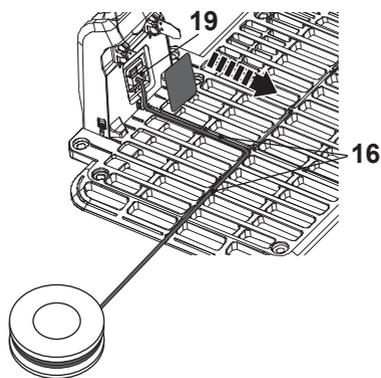

Fig. 6
> Retirez le couvercle du boîtier de raccordement (19), insérez l'extrémité du câble dans le connecteur gauche (rouge) et guidez le câble vers le côté externe de la station de charge le long de la fente de guidage (16) (Fig. 6).